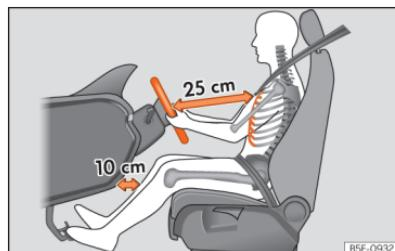

Fig. 17 A separação correta entre o condutor e o volante deve ser de 25 cm no mínimo [10 polegadas].
- Ajuste o volante de modo a ficar a uma distância de, pelo menos, 25 cm [10 polegadas] do esterno »» Fig. 17 e a poder segurá-lo com ambas as mãos pelos lados, pela parte exterior, com os braços ligeiramente fletidos.